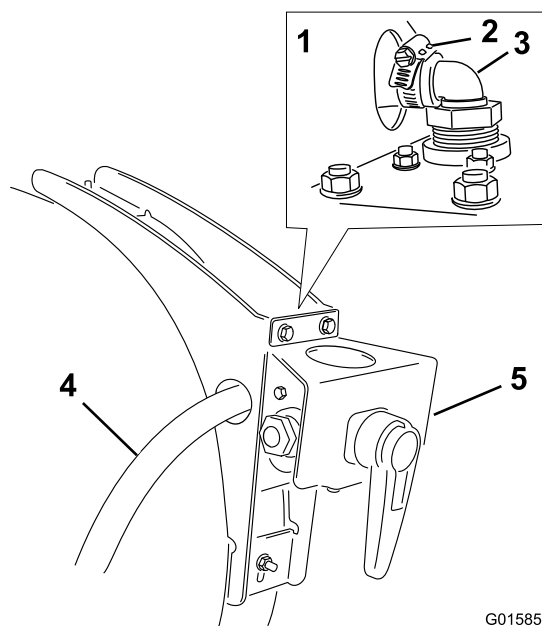

Bild 24
5. Befestigen Sie das Schlauchende mit dem hinteren 90-Grad-Schlauchtüllenanschluss auf dem Vierwegeventil (Bild 24).